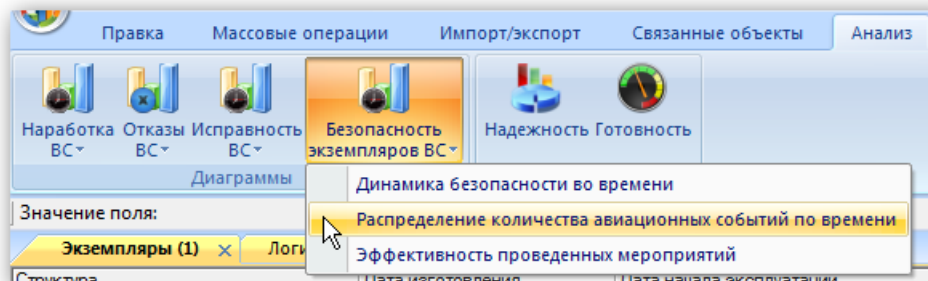

Рис. 13-448 – Выбор диаграммы по безопасности экземпляров
- 4) В отдельном рабочем окне отображается диаграмма по безопасности экземпляров (рис. 13-448). Краткое описание инструментов панели «Файл» для диаграмм приведено в пункте 5.4.7 «Панель «Диаграммы»», стр. 62.